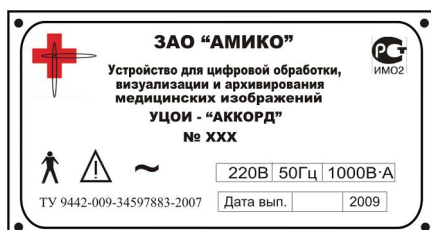
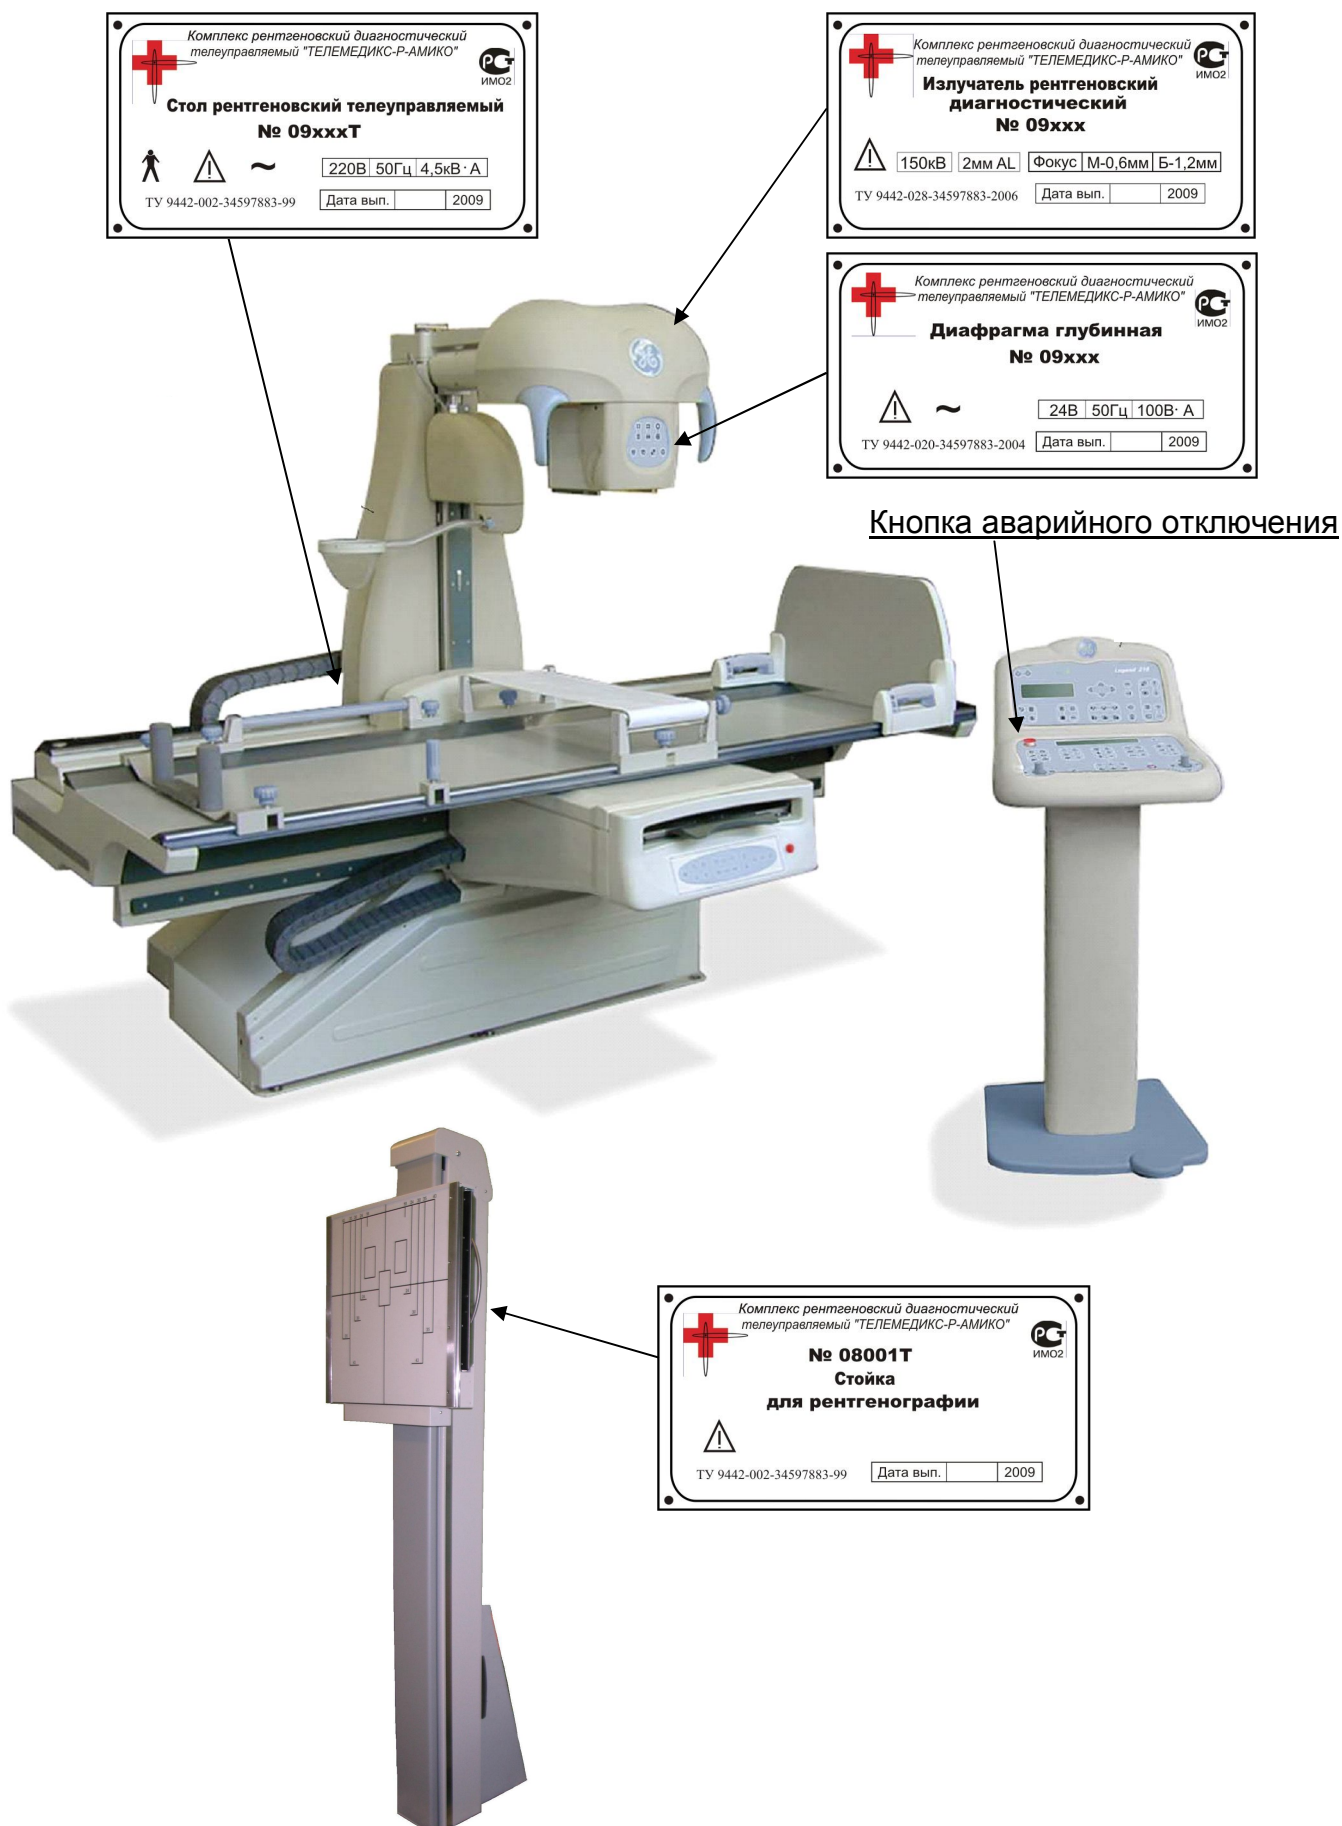

Рис.1
Рис.2
1.3.3 Идентификация комплекса и его частей, а также указание об их изготовителях осуществляются с помощью маркировочных табличек, содержание которых показано на рис. 1 и рис.2.